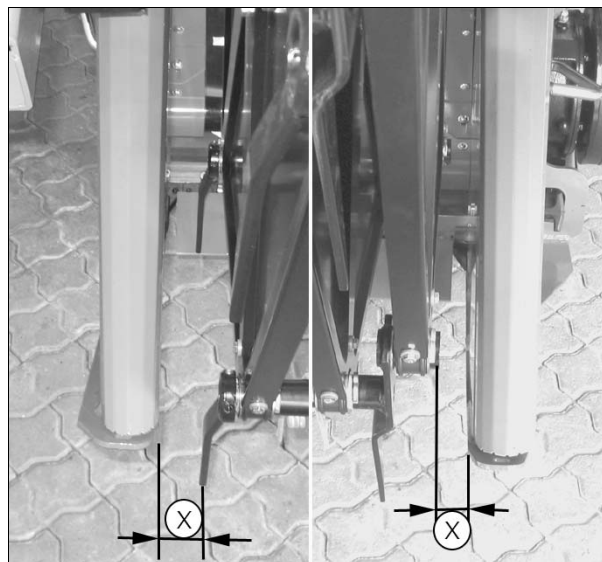

Рис. 5.
- Отрегулируйте мотовило в поперечном направлении, так чтобы расстояние (X) (рис. 5) от боковой панели жатки до края кривошипа мотовила (левая сторона) и неподвижного пальца мотовила (правая сторона) было одинаковым.